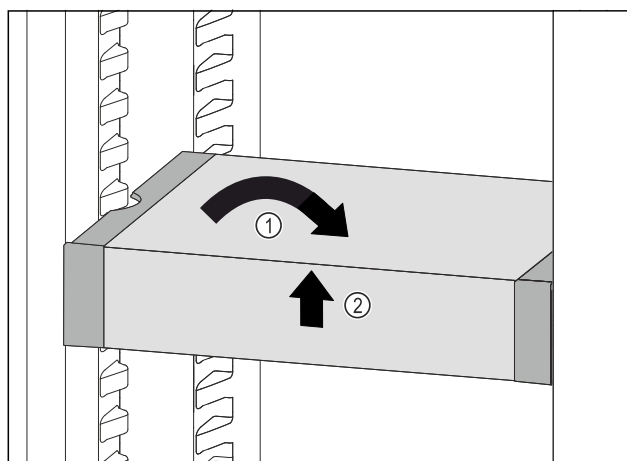

Fig. 130
- VarioSafe postavte rovně. Fig. 130 (1)
- VarioSafe vpředu zvedněte. Fig. 130 (2)